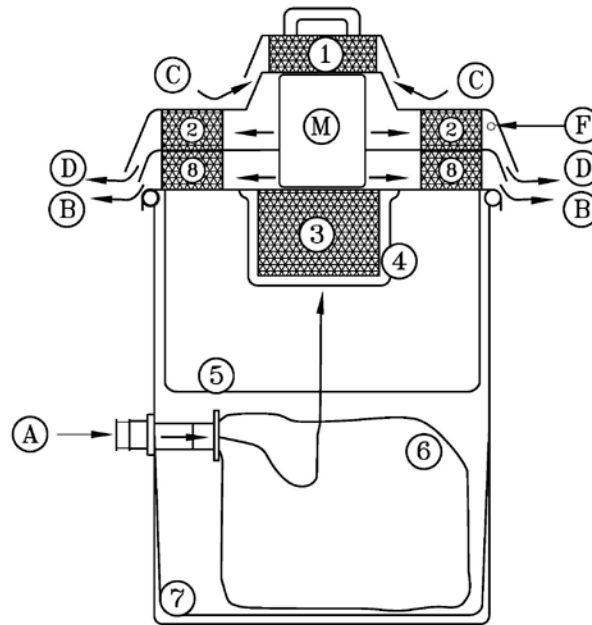

Fig. 1
2. Installer le poly-liner au fond de la cuve de récupération (pièce No. 7 sur la figure 1)
3. Rattacher le sac de récupération des poussières à l'intérieur de la cuve à l'entrée d'aspiration de l'aspirateur. (pièce No. 6 sur la figure 1)
4. Installer le filtre principal (pièce No. 5 sur la figure 1) sur la cuve de récupération. S'assurer que le joint d'étanchéité du filtre épouse parfaitement le rebord de la cuve de récupération.